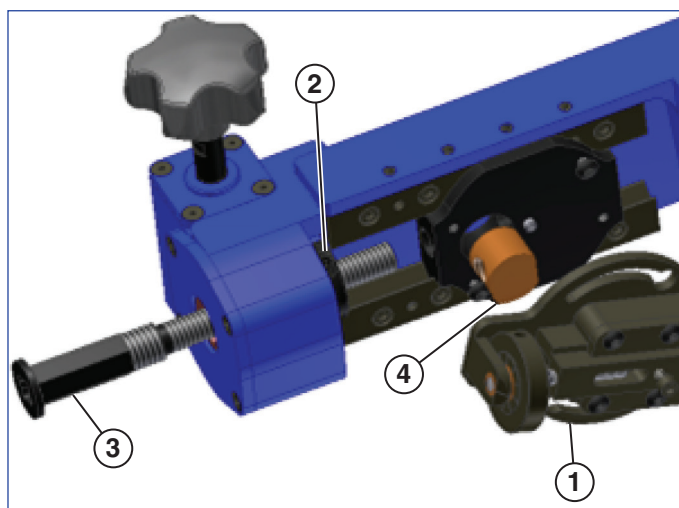

Figura 6
4. Se proporcionan dos tornillos de carga con la QuickFace. Si el acabado de superficie que necesita es de 125 a 250 micropulgadas (3,18 – 6,35 mm), utilice un tornillo de carga de 1/2 a 11 pulg. Si el acabado de superficie que necesita es de 60 a 100 micropulgadas (1,52 – 2,54 mm), utilice un tornillo de carga de 1/2 a 20 pulg. Véase la Figura 6.